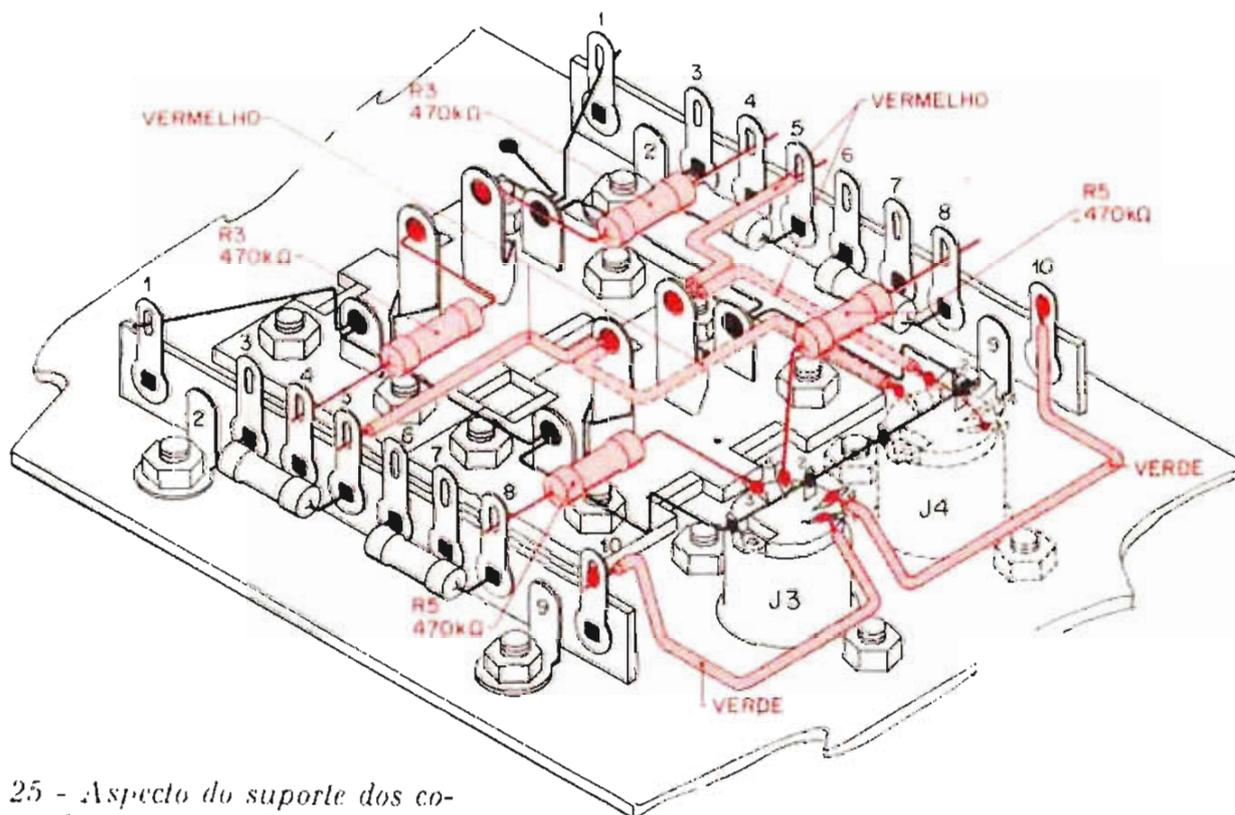

Figura 25 - Aspecto do suporte dos conectores após a operação 59
- 55 - Se fôr usado o conector DIN opcional J₄, ligue os terminais 3 e 5 deste conector, respectivamente, ao terminal central inferior (canal direito) e ao terminal central superior (canal esquerdo) da tomada RCA adjacente (J₁). Use 5 cm de fio vermelho com as extremidades preparadas (1 cm de isolação retirada). Interligue os terminais 1 e 5 do conector. Solde somente os terminais deste último. Oriente-se pela figura 25.
O aspecto da chapa trazeira após essa operação está ilustrado na figura 25.